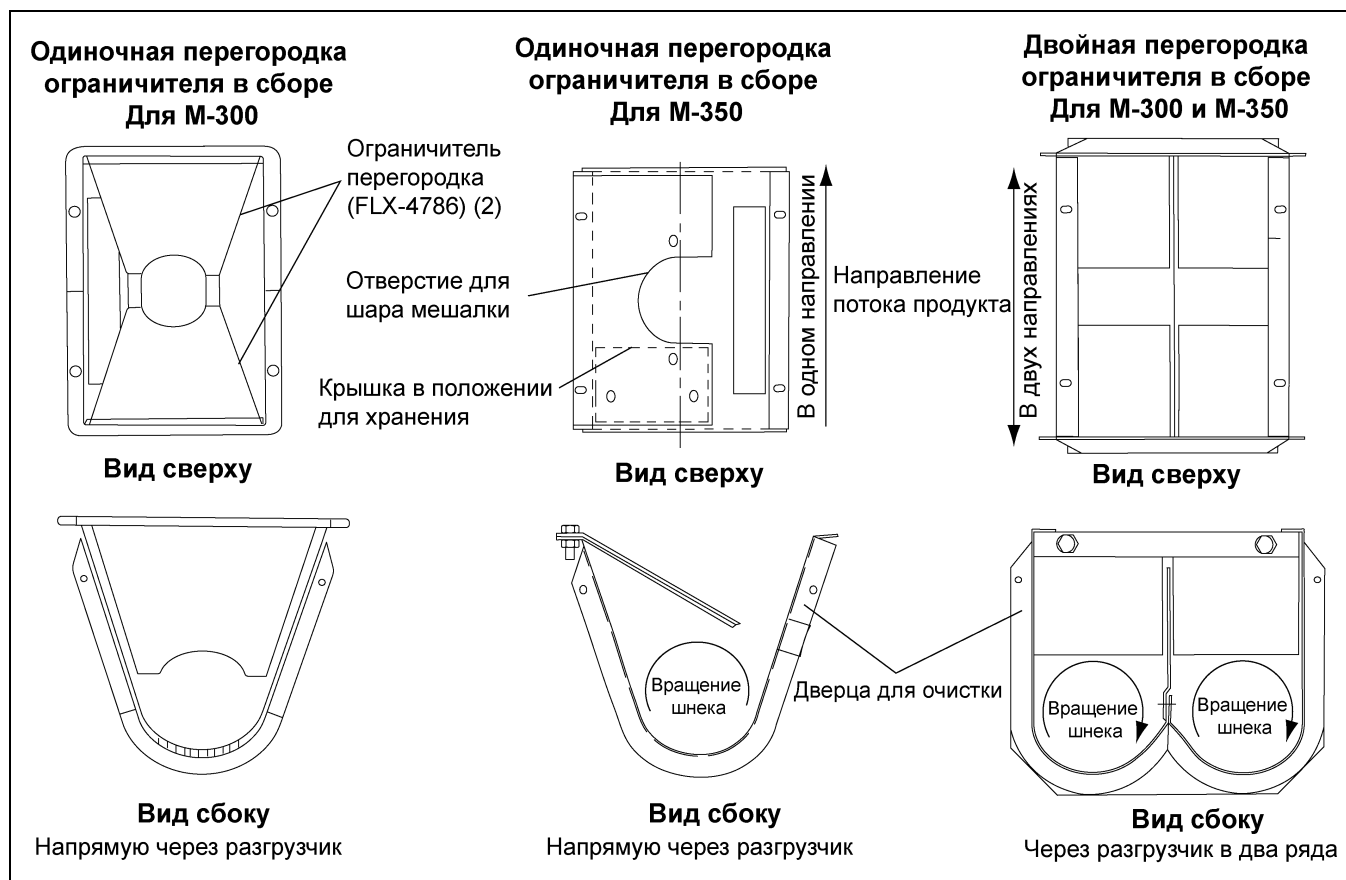

Рисунок 5Н
2. Установите перегородку (FLX-4750) в М-350 одинарное разгрузочное устройство, как показано на рис. 5Н. В *сдвоенном разгрузочном устройстве перегородка устанавливается на заводе-изготовителе, как показано на рис. 5Н*.